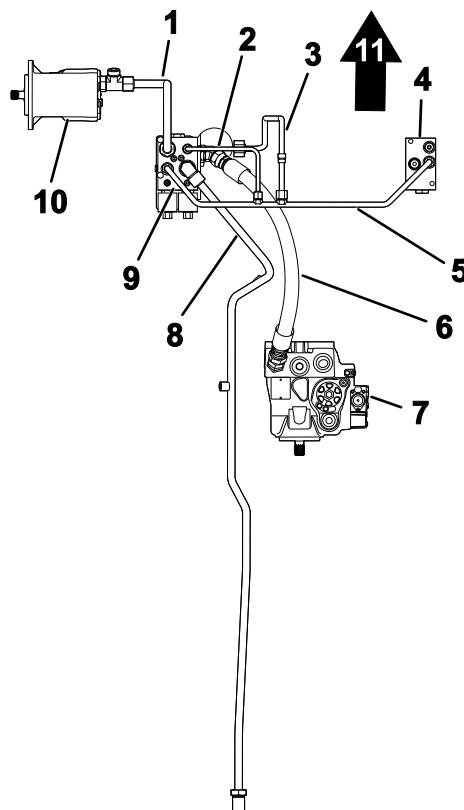
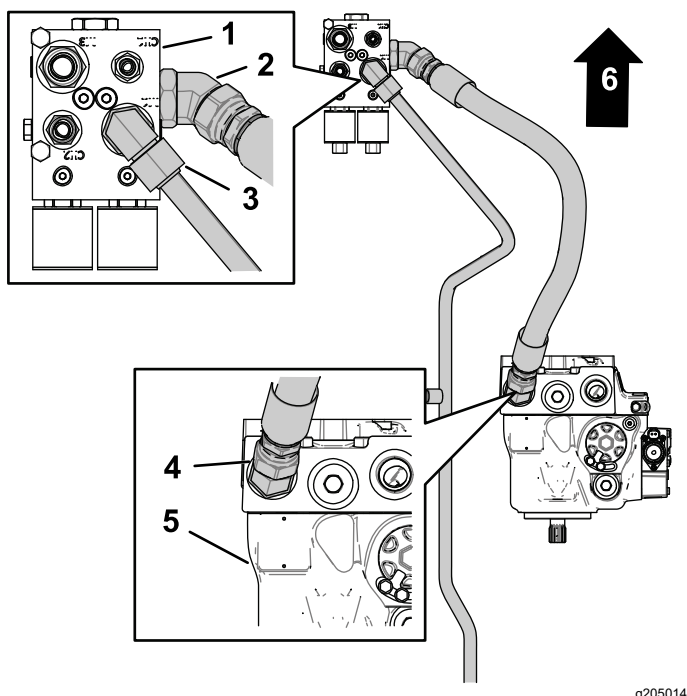

Figura 7
Figura 8
1. Allineate il dado del tubo anteriore per il tubo della trazione posteriore con il raccordo a gomito nel collettore del divisore di flusso (Figura 7 e Figura 8).
4. Introducete un'estremità dritta del flessibile della pressione nel raccordo della pompa idraulica (Figura 8).
6. Introducete l'altra estremità dritta del flessibile della pressione nel raccordo sul lato del collettore del divisore di flusso (Figura 8).